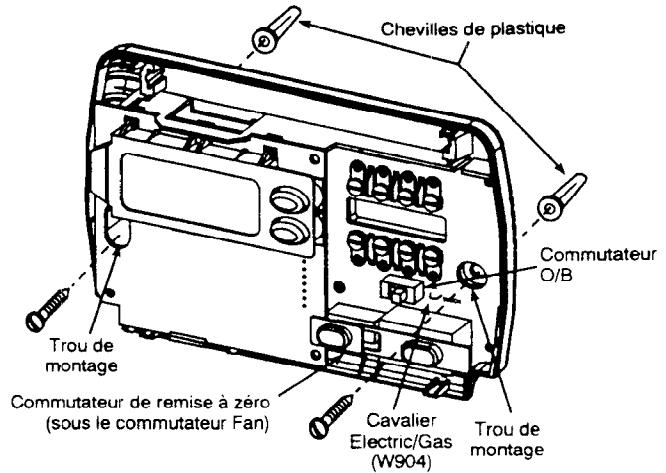

Figure 1. Socle du thermostat
5. En se servant des deux vis de montage, fixer le socle de la façon illustrée à la figure 1, sans le serrer à fond. Placer un niveau sous le socle et ajuster ce dernier pour qu'il soit de niveau, puis serrer les vis à fond (La mise à niveau n'est qu'esthétique et n'influencera aucunement le fonctionnement du thermostat.) Pour fixer le socle dans des trous de montage existants ou trop grands, qui ne permettent pas de le fixer solidement, utiliser des chevilles de plastique.
Si c'est le système auxiliaire ou d'urgence qui alimente le ventilateur de tirage, alors il faut couper le cavalier W904, situé à l'arrière du socle du thermostat (voir la figure 1).
Si une pointe de tension ou une décharge d'électricité statique éteint l'écran ou entraîne un dérèglement du thermostat, on peut réinitialiser ce dernier en enfonçant le commutateur de remise à zéro (figure 1). Si le thermostat est alimenté, qu'il a été remis à zéro et qu'il ne fonctionne toujours pas correctement, communiquer avec un technicien en chauffage et climatisation ou avec le détaillant.